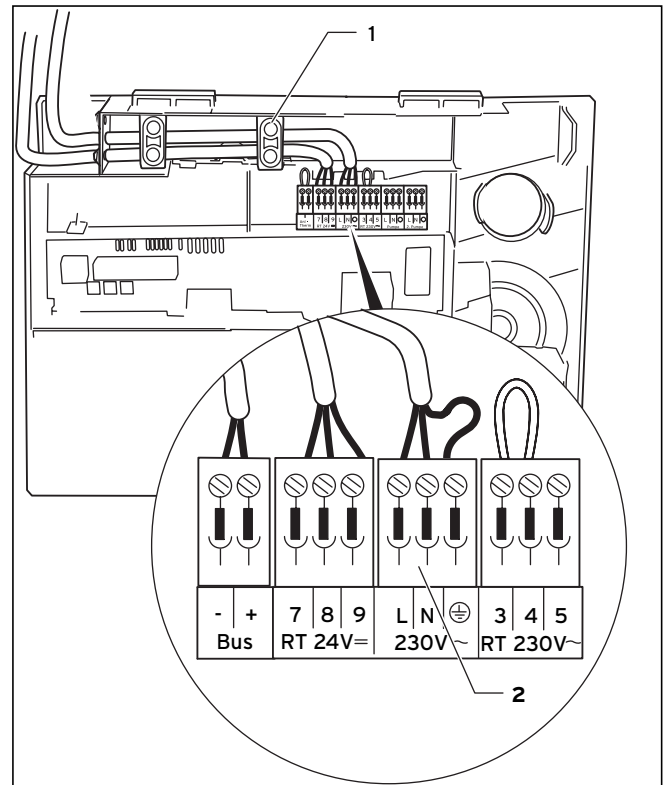

Abb. 5.5 Anschluss eines Raumreglers oder einer witterungsgeführten Regelung
- Verlegen Sie die Netzzuleitung zur Anschlussebene im Schaltkasten wie in Abbildung 5.5 gezeigt.